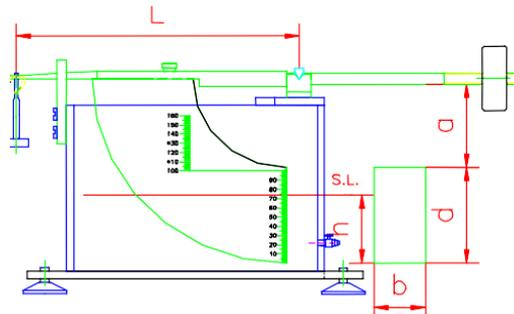

Figura 29
2. Medir y tomar nota de las cotas designadas por a , L , d y b ; estas últimas correspondientes a la superficie plana situada al extremo del cuadrante (ver **Figura 29**). No olvide este paso para una mayor exactitud de las medidas.